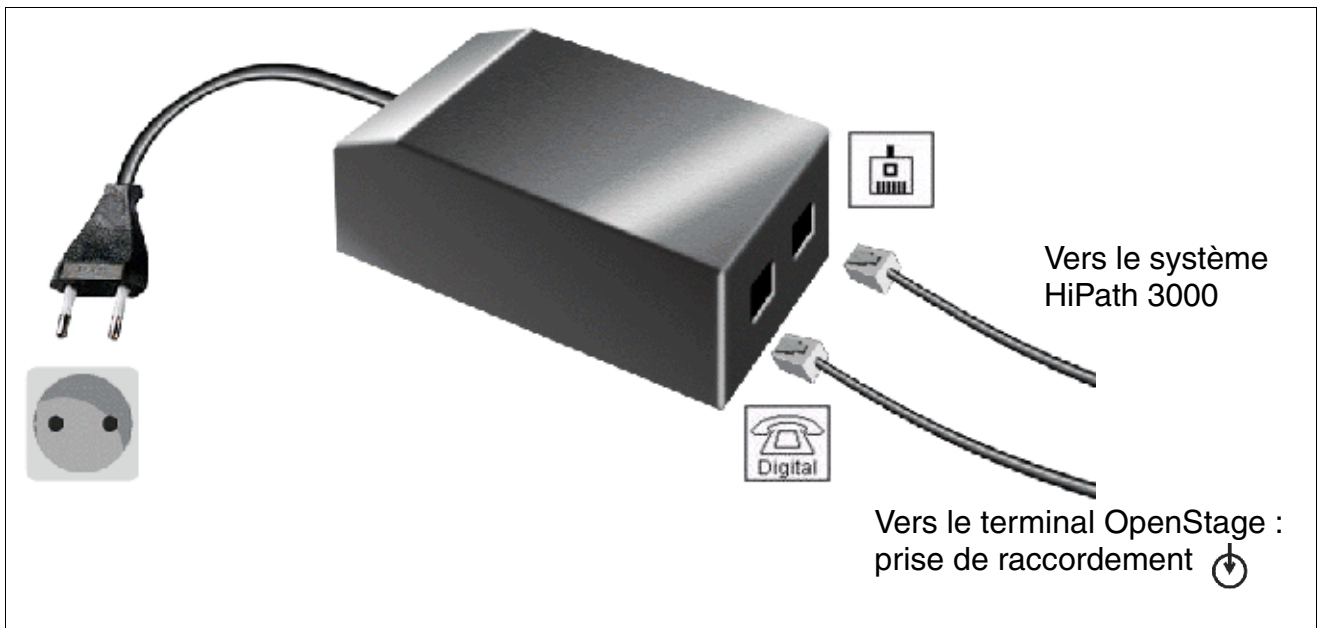

Figure 10-19 OpenStage (TDM) – Raccordement du bloc-secteur externe
| | 1 x OpenStage BLF | oui, pour OpenStage BLF | <ul style="list-style-type: none"> OpenStage BLF jusqu'à la version matérielle S30817-S7406-A101-7/- A103-2 y compris : le raccordement du bloc-secteur externe se fait directement sur le BLF. Important: le bloc-secteur utilisé pour l'alimentation ne doit être utilisé que dans ce but. Il est interdit d'alimenter un autre terminal ou appareil par la prise encore libre du bloc-secteur et cela pourrait détruire l'OpenStage BLF. OpenStage BLF à partir de la version matérielle S30817-S7406-A101-8/- A103-3 : le raccordement du bloc-secteur externe se fait sur le terminal (voir figure 10-19). |
| | 1 x OpenStage Key Module | oui | Raccordement du bloc-secteur externe (voir figure 10-19) |
| | 1 x OpenStage BLF | oui, pour OpenStage BLF | <ul style="list-style-type: none"> OpenStage BLF jusqu'à la version matérielle S30817-S7406-A101-7/- A103-2 y compris : le raccordement du bloc-secteur externe se fait directement sur le BLF. Important: le bloc-secteur utilisé pour l'alimentation ne doit être utilisé que dans ce but. Il est interdit d'alimenter un autre terminal ou appareil par la prise encore libre du bloc-secteur et cela pourrait détruire l'OpenStage BLF. OpenStage BLF à partir de la version matérielle S30817-S7406-A101-8/ - A103-3 : le raccordement du bloc-secteur externe se fait sur le terminal (voir figure 10-19). |
| OpenStage 60 | – | oui | Le raccordement du bloc-secteur externe se fait sur le terminal (voir figure 10-19) |
| OpenStage 80 | – | oui | Le raccordement du bloc-secteur externe se fait sur le terminal (voir figure 10-19) |
- OpenStage BLF jusqu'à la version matérielle S30817-S7406-A101-7/- A103-2 y compris : le raccordement du bloc-secteur externe se fait directement sur OpenStage BLF. Pour cela, il faut raccorder la prise gauche portant la mention "Digital" du bloc-secteur (figure 10-19 pour la variante de raccordement TDM) au BLF.